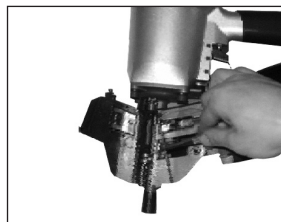

Рисунок 7
3. При помощи тонкой шпильки подвиньте толкатель (рис. 7) и извлеките заклинившие гвозди пинцетом.